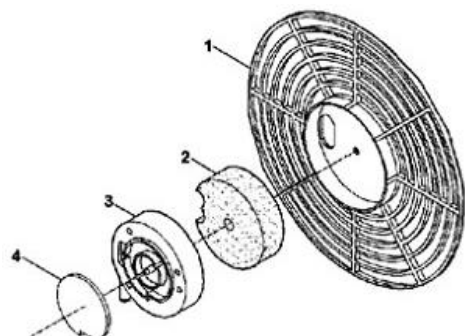

Fig. 8
Filtres d'aspiration et de refoulement de l'air - Toutes les 500 heures contrôler les filtres. Démontez la grille arrière (1), laver le filtre d'aspiration (2) en utilisant un détergent neutre et l'essuyer soigneusement avant de le remonter. Enlever le couvercle (3) et remplacer le filtre de refoulement (4) (Fig. 8).